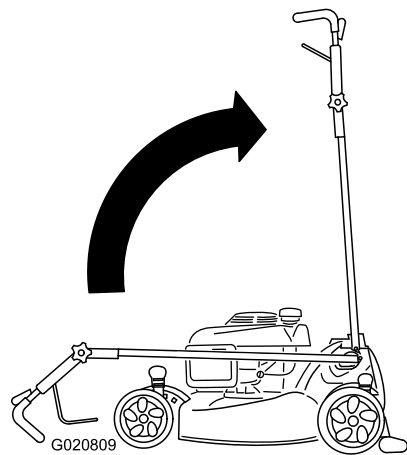

Bild 39
2. Stellen Sie den Holm in die senkrechte Stellung (**Bild 39**).